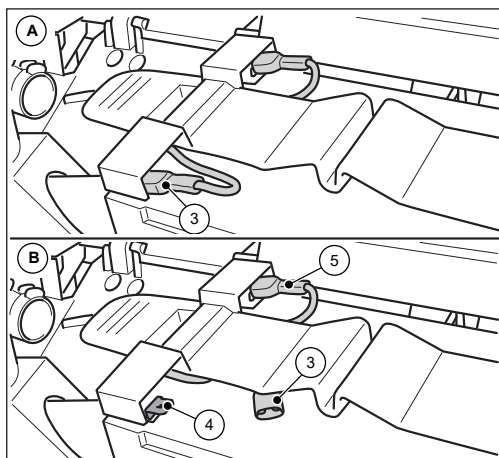

Fig. 24: Å trekke ut batteritilkoblingsledningen
3. Trekk den blå batteritilkoblingsledningen (3) fra batteriets stikktapp (4).
- » Når du gjør dette, så forsikre deg om at den blå batteritilkoblingsledningen (3) ikke påvirkes av ytre påvirkninger, f.eks. bevegelse av enheten som vil kunne skape uønsket kontakt med tappen (4) (se fig. 24 bilde B).
- » Den røde batteritilkoblingsledningen (5) forblir tilkoblet.
4. Lukk dekslet (2) og lås dette ved hjelp av fanene (1).